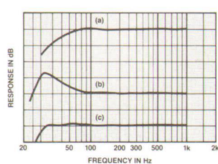

Abbildung 2
**Bass-Equalizer.** Der NAD Bass-Equalizer verstärkt Signale in der unteren hörbaren Oktave und erweitert dadurch die nutzbaren Tiefbässe vieler Lautsprecher. Das Ergebnis ist eine exakte Tieftonwiedergabe ohne dröhnende Anhebung der Mittenbässe. Die Bass-Eq-Schaltung beinhaltet einen steilflankigen Infrasonic-Filter, um unerwünschte Signale unterhalb des hörbaren Bereichs zu unterdrücken (Abbildung 2).